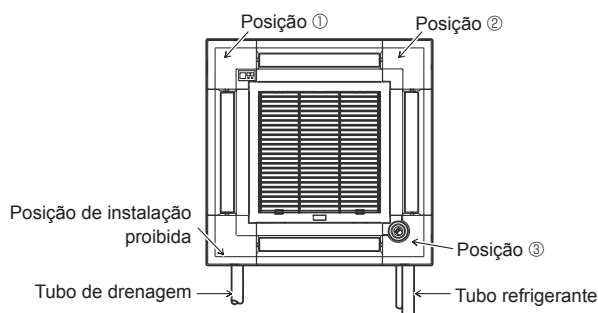

Fig. 9-11
O painel de canto do recetor de sinal não pode ser instalado no lado do tubo de drenagem da unidade principal. (Consulte a Fig. 9-11)
- O painel de canto do i-see Sensor deve ser fixo na grelha ① com o parafuso ③.
- * Se a posição do i-see Sensor tiver sido alterada da posição predefinida (posição 3) para outra posição, altere as definições da função. (Consulte a página 138 e a Fig. 9-11)
- O painel de canto do i-see Sensor não pode ser instalado no lado do tubo de drenagem da unidade principal. (Consulte a Fig. 9-11)